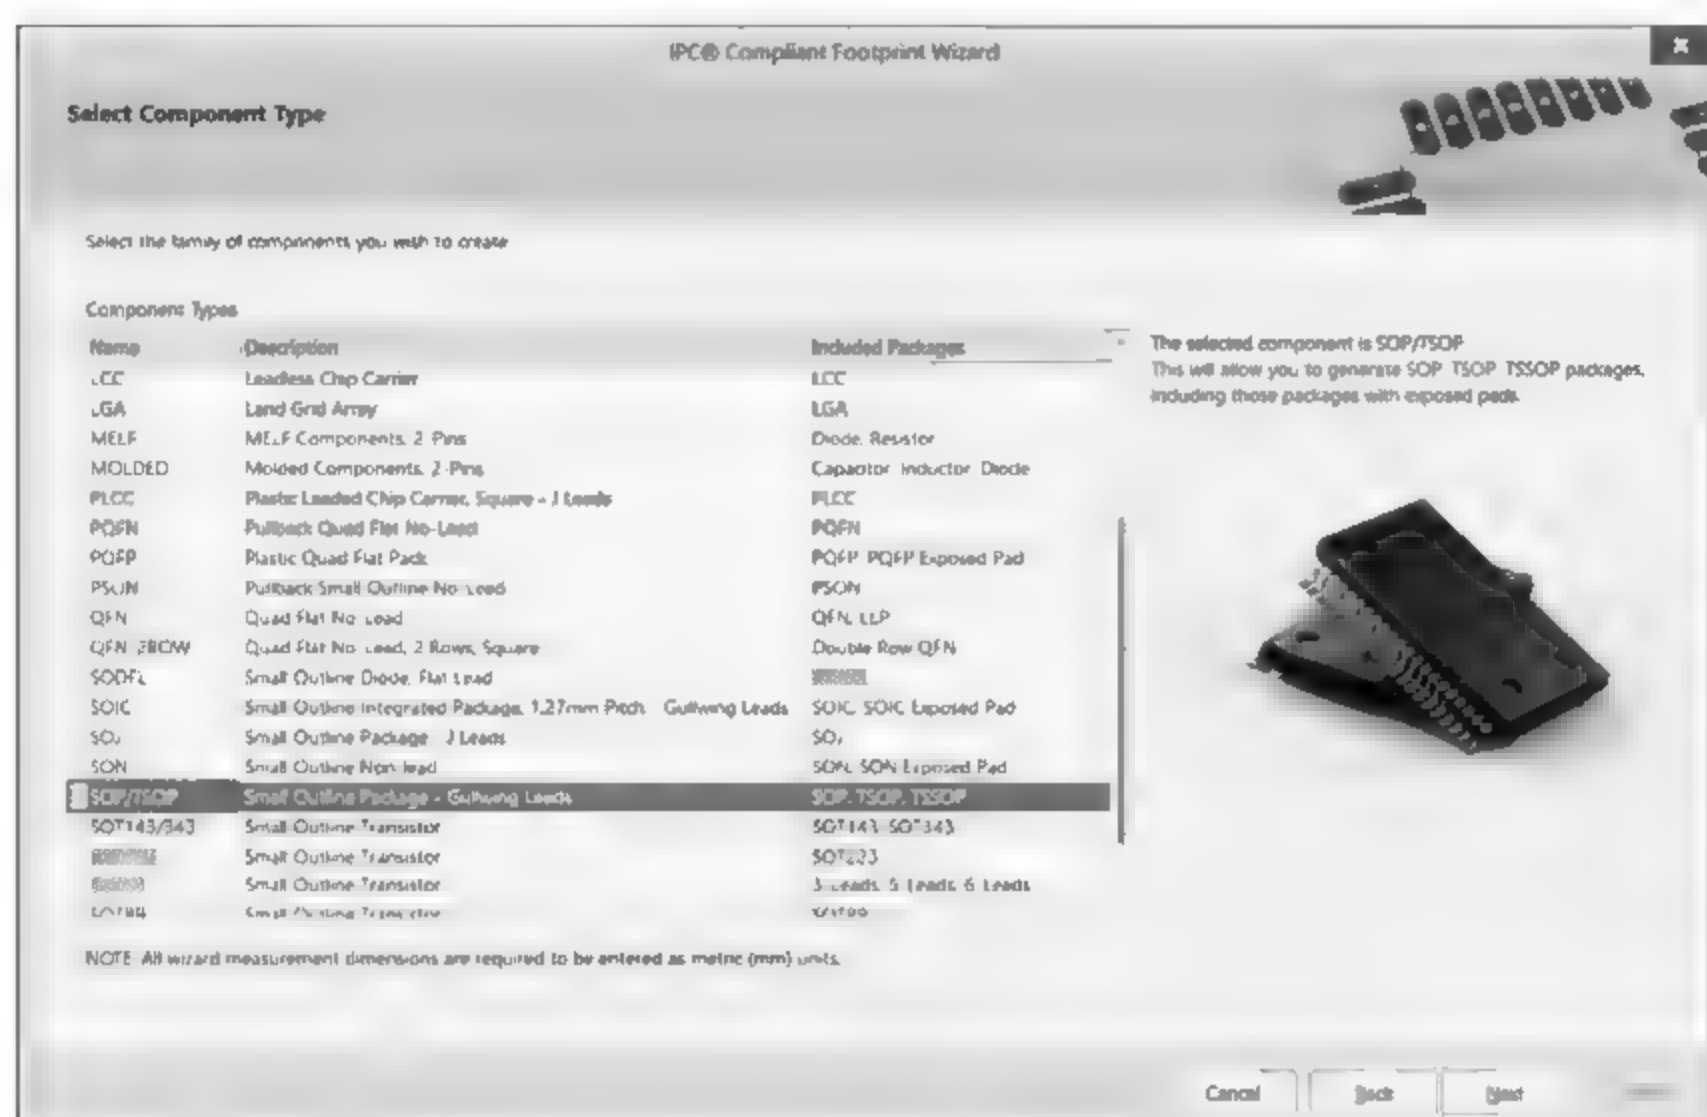

图 3-44 选择封装类型
(2) 单击 Next 按钮,在弹出的 Select Component Type 对话框中,选择相应的封装类型,这里选择 SOP 系列,如图 3-44 所示。